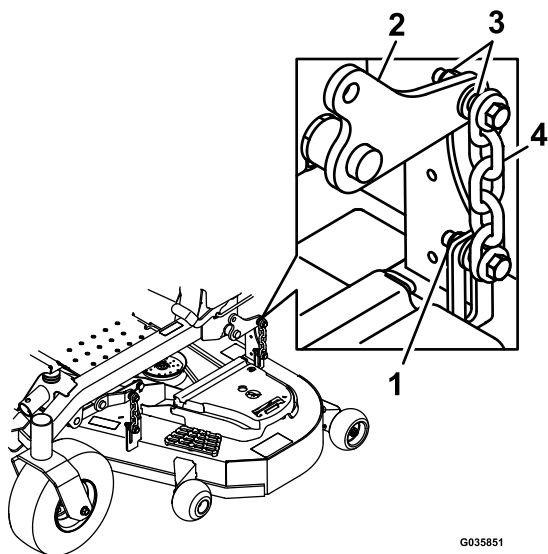

Figura 80
13. Afloje las contratuercas (Figura 80) en las 4 esquinas y compruebe que la carcasa de corte está bien asentada sobre los cuatro bloques.